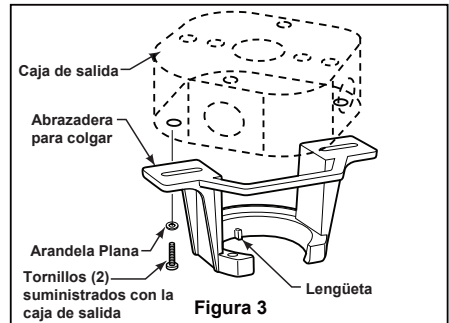

Figura 3
Uso del soporte (Figura 3)
3. Afloje los dos tornillos de fijación del soporte del barral. Introduzca los cables de color negro, blanco y azul de soporte para techo a través de la varilla. (Figura 3)
1. Fije bien la abrazadera para colgar a la caja de salida (no se incluye) con los tornillos y las arandelas provistas con la caja de salida. (Figura 3)
2. Deslice el receptor en el soporte de suspensión antes de realizar el cableado como se muestra en la figura 3.
- ### 3. Para que el ventilador sea funcional, instale las pila (incluidas) de 23A/12V en el transmisor del mando a distancia. Mientras el ventilador esté apagado. A continuación, siga el proceso de fijación remota de código. Si no se utiliza el ventilador durante un largo periodo de tiempo, extraiga la batería para evitar cualquier daño al transmisor. Almacene el mando a distancia en un lugar alejado del calor o la humedad excesiva. (Figura 3)